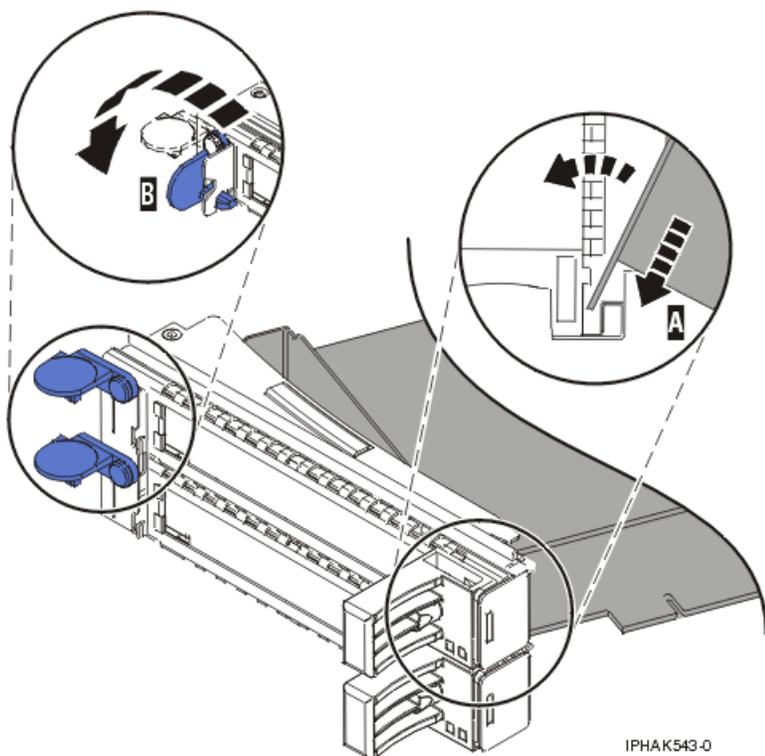

Figure 45. Remplacement de la carte de la cassette de cartes PCI
- a. Placez le levier de blocage de la contre-poupée en position ouverte et insérez fermement la carte dans le bloc de retenue A. Pour plus d'informations, voir figure 45, à la page 63.
- d. Positionnez les crochets de retenue pour soutenir l'adaptateur, puis faites pivoter l'étrier de retenue (B) pour le verrouiller. Pour plus d'informations, voir figure 45.